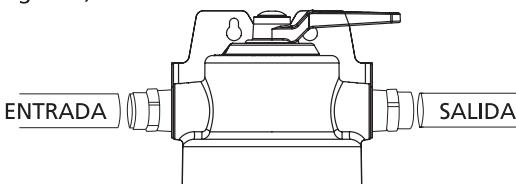

FIGURA 4
- 7** Inserte la tubería en el conector del cabezal del filtro. Asegúrese de que la tubería esté firmemente asentada en el tope de detención. Conecte la tubería desde el suministro de agua al puerto “IN” (Entrada). (Consulte la Figura 4)